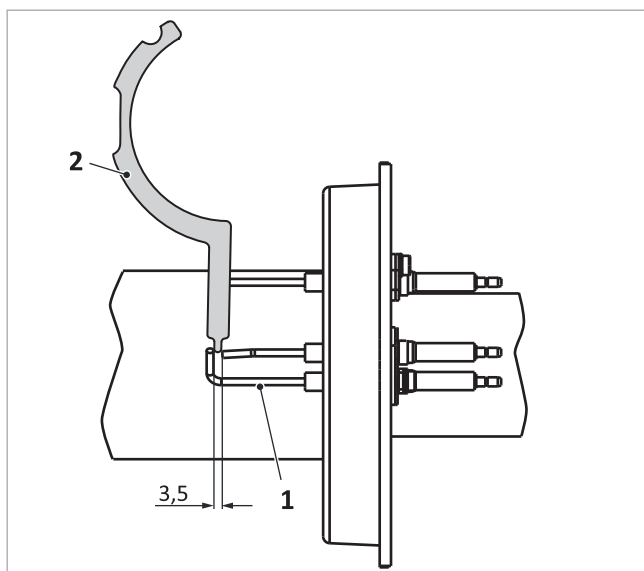

Fig. 144: Distancia entre electrodo a tierra y el electrodo de encendido
1. Compruebe la distancia entre los electrodos de ionización con un calibre de electrodos → fig. 144 (2) y si es necesario dóblelos cuidadosamente para corregirla.
- Electrodos entre sí → fig. 144 (1): 3,5 mm